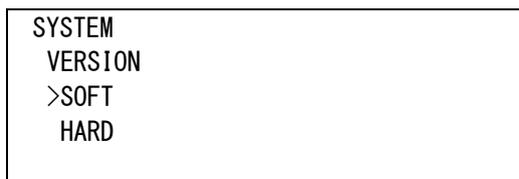

図4-69 オンスクリーンメニュー(VERSION例)
- 1) SYSTEM メニューで「VERSION[VER]」を選択し、**ENTER** ボタンを押すと図 4-69 のような設定メニューが表示されます。
(52) TIME SET